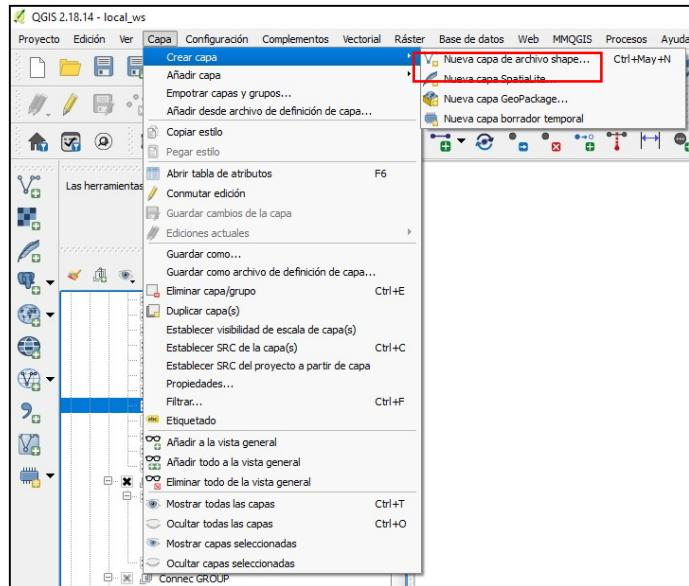

Imagen 91: Desde Capa se puede añadir una nueva capa temporal.
10. El primer paso es el de generar una nueva capa borrador temporal (Imagen 91). Esta debe ser de tipo lineal, con el mismo EPSG que nuestro proyecto. Una vez creada, ponemos la capa en edición y clicamos sobre ‘Añadir objeto espacial’.